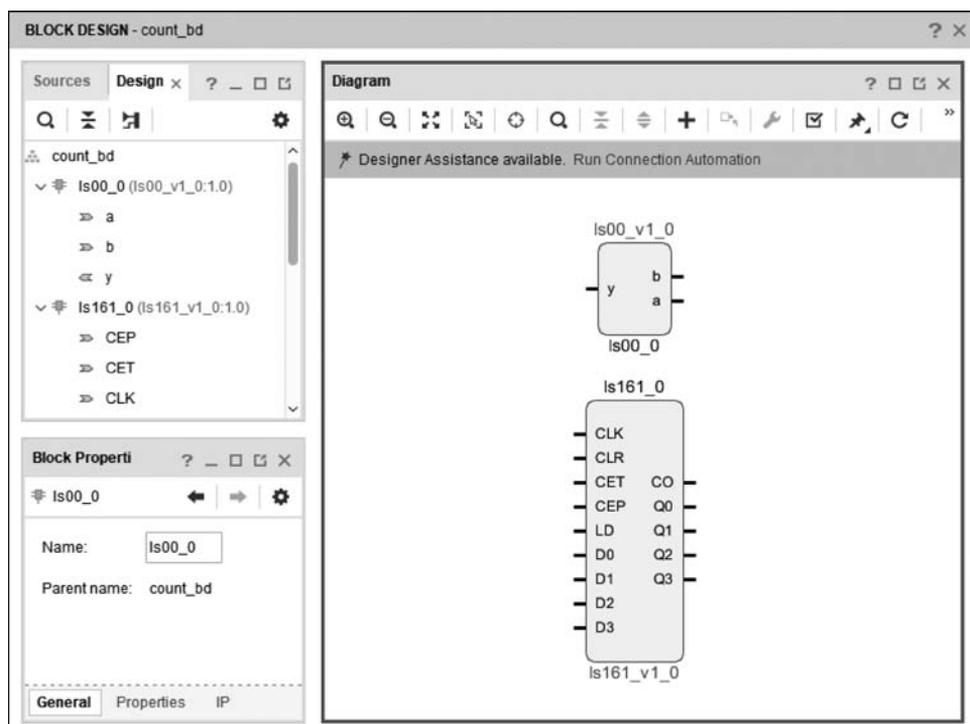

图 3.58 添加 IP 核并合理布局
(3) 双击 Is161\_v1\_0,或者按 Enter 键,将其添加到原理图中。采用同样的方法将 IP 核 Is00\_v1\_0 也调入原理图中,左击选中 Is00\_v1\_0 模块,右击,选择菜单 Orientation 中的 Rotate Clockwise 命令,连续执行两次,使其旋转 180°,并将其移动到原理图上合适的位置,如图 3.58 所示。
(4) 连线: 将鼠标指针移至 Is161 模块的 Q0 接口处,待其变成铅笔形状后,按下鼠标左键并拖曳到 Is00 模块的 a 接口处,释放鼠标左键后可看到两个接口信号已被连接起